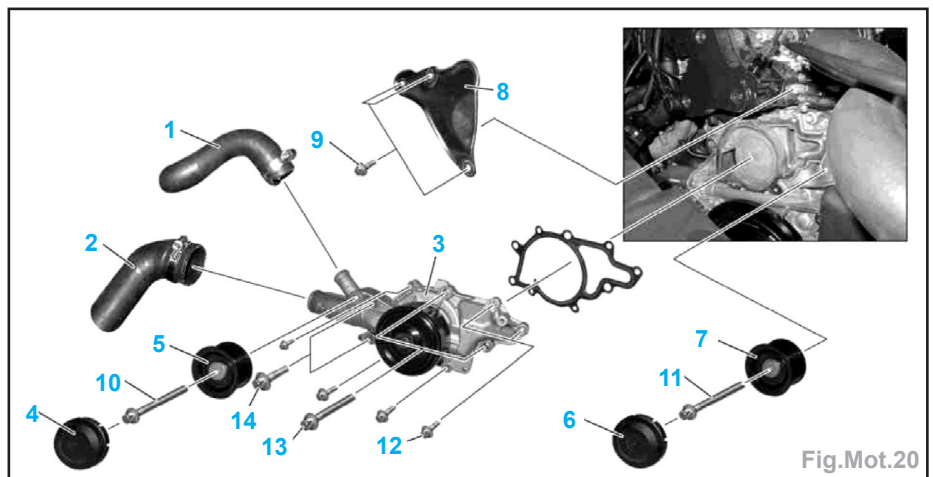

Fig.Mot.20
- Débrancher les durites (1 et 2) de liquide de refroidissement sur la pompe à liquide de refroidissement (3) (Fig.Mot.20).